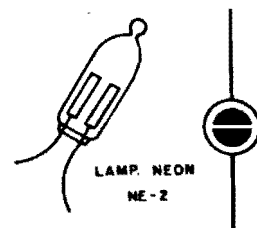

Fig. 2
- **PROBLEMA 2** - São seis resistores, dispostos nas arestas de um TETRAEDRO (sólido com quatro faces iguais, cada uma um triângulo equilátero), todos eles com o valor de $10R$. Os vértices do tetraedro são representados (A, B, C e D) pelas ligações soldadas dos próprios terminais dos resistores. O Leitor deverá encontrar o valor ôhmico existente entre os vértices A e B, além de esquematizar e demonstrar o raciocínio utilizado para chegar à resposta, indicando-a, numericamente, na forma decimal, com duas "casas" à direita da vírgula (se o número obtido não for um inteiro). Esquema na fig. 2.
- FIG. 2 - Aparência e símbolo da lâmpada Neon. Como é um componente não muito utilizado nas montagens de APE (e que não tem a sua "ficha" no TABELÃO...), os dados "visuais" e